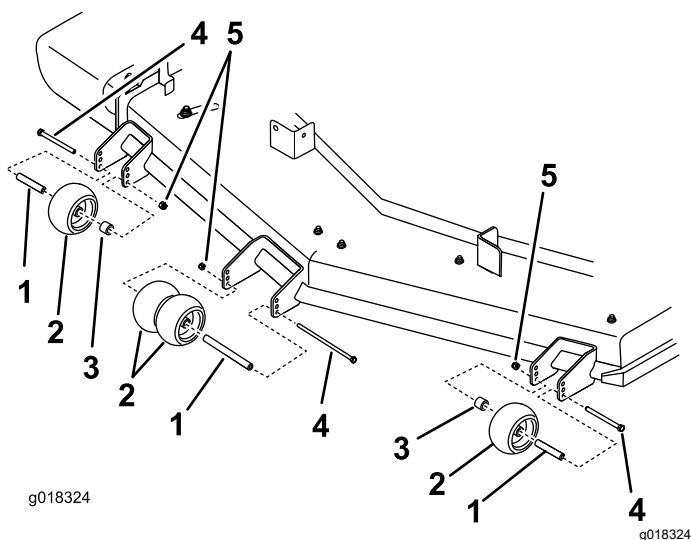

Figure 21
4. Veillez à monter les entretoises et les bagues (Figure 21).